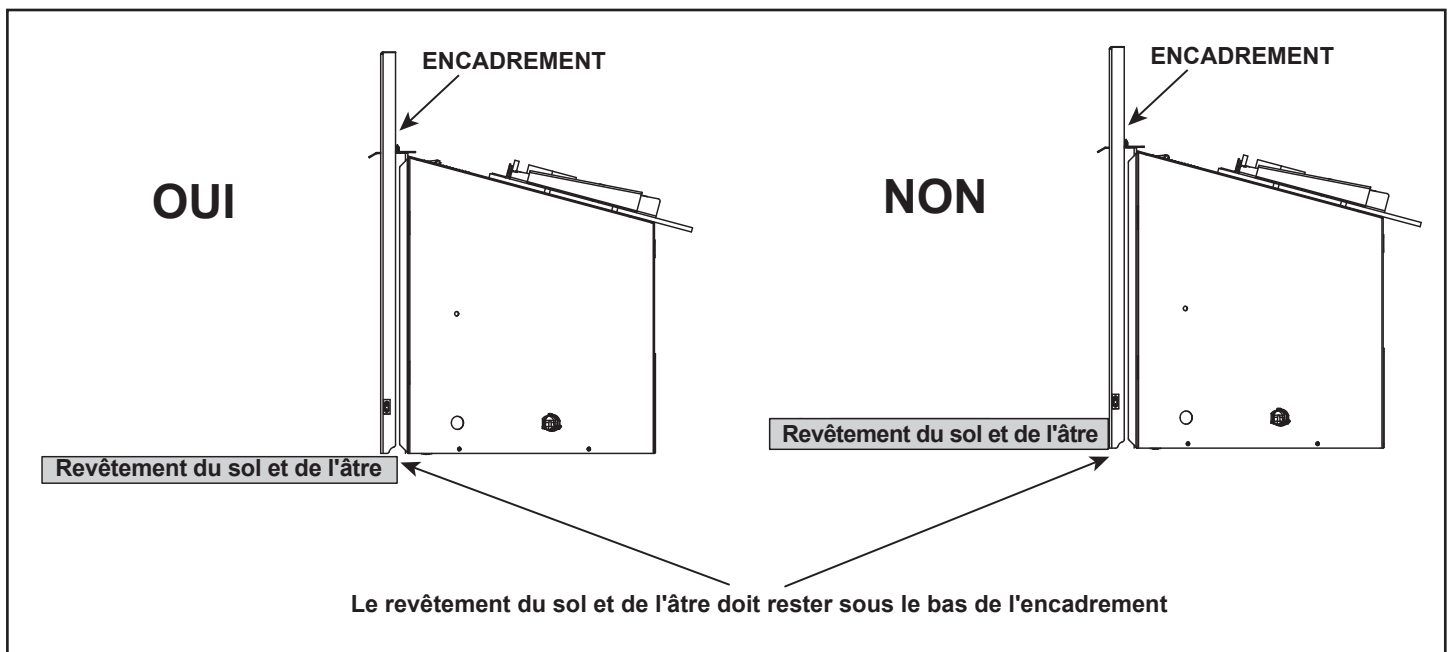

Figure 8.5 Matériaux du plancher & de l'âtre
- Tous les matériaux du plancher et de l'âtre doivent rester sous la partie inférieure de l'encadrement. Voir la figure 8.5.